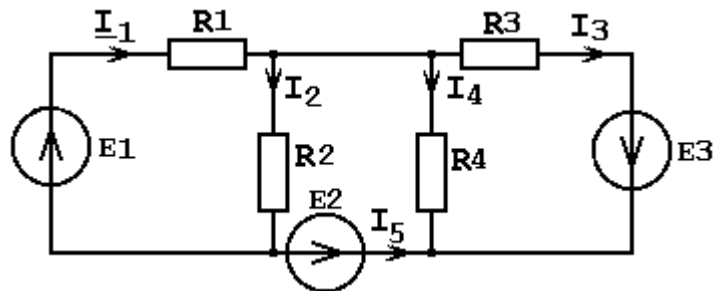
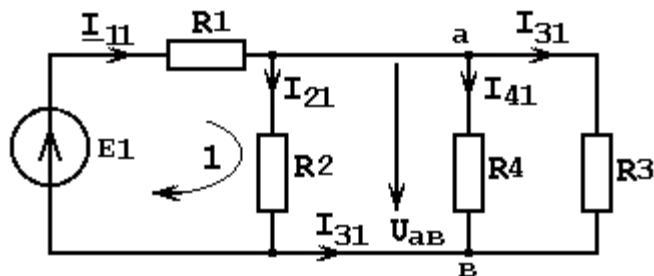
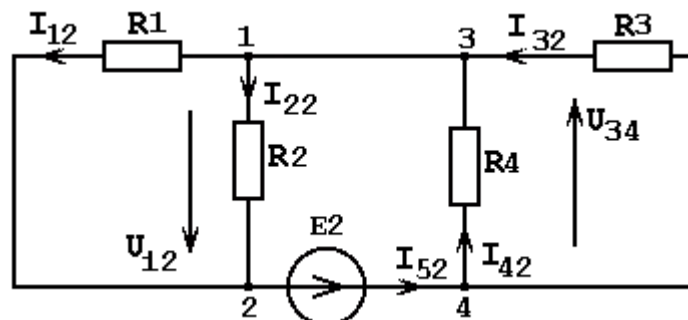
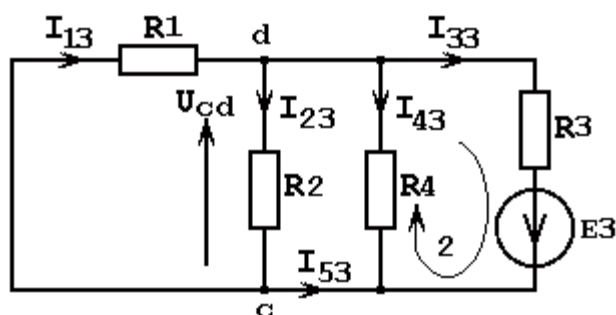

Рисунок 1.52
Рисунок 1.53
Рисунок 1.54
Рисунок 1.55
1. В заданной схеме указываем условно-положительные направления токов в ветвях (рисунок 1.52)
2. Из схемы (рисунок 1.52) исключаем идеализированные источники ЭДС E_3 и E_2 , рассчитываем токи в ветвях полученной схемы под действием только одного источника E_1 (рисунок 1.53).
2.1. Указываем условно положительные направления токов в ветвях (рисунок 1.53).
3. Из схемы (рисунок 1.52) исключим источники ЭДС E_3 и E_1 , выполним расчет токов в ветвях полученной схемы под действием только одного источника E_2 (рисунок 1.54)
3.1. Указываем условно-положительные токи в ветвях (рисунок 1.54).
4. Из схемы (рисунок 1.52) исключаем источники E_1 и E_2 и выполним расчет токов в ветвях полученной схемы под действием только источника E_3 (рисунок 1.55).
4.1. Выбираем условно положительные направления токов в ветвях (рисунок 1.55) и напряжения на участке "с-d" электрической цепи.